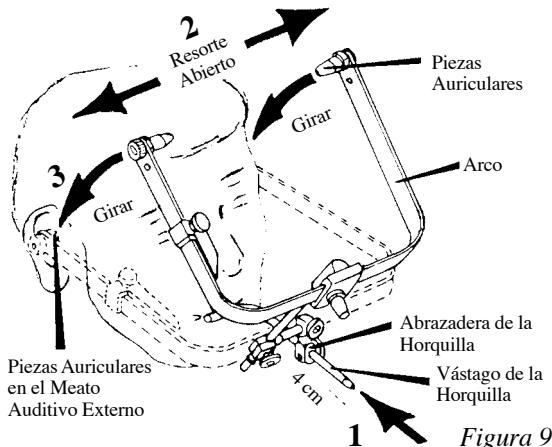

Figura 9
6. La Figura 9 muestra el vástago de la horquilla entrando en la abrazadera floja de ésta. Deslice esta abrazadera (1) en el vástago, hasta unos 4 centímetros y luego “abra el resorte” del arco (2) y gírela hacia abajo como en (3) para permitir que las piezas auriculares entren en el meato auditivo externo.